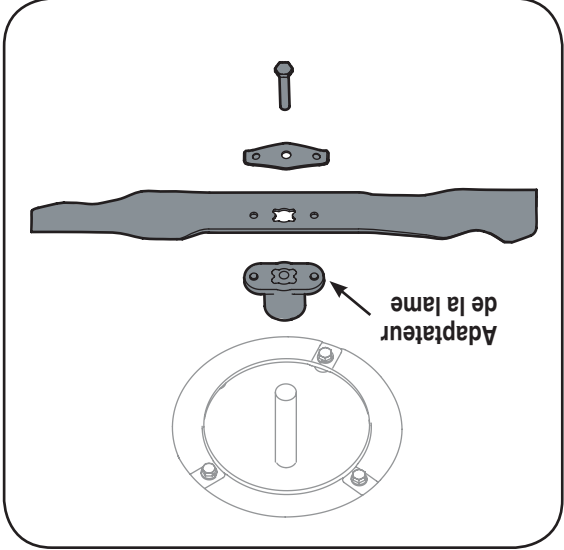

Figure 5-2
9. Placez l'adaptateur de la lame sur le vilebrequin, «l'étoile» à l'opposé du moteur. Voir la Figure 5-2. Placez la lame, le côté sur lequel la mention «Bottom» (ou le numéro de pièce) apparaît, à l'opposé de l'adaptateur. Alignez le support de la lame sur celle-ci en enfonçant les pattes dans les trous de la lame, puis insérez le boulon hex.
3. Enlevez le boulon et le support de la lame qui maintiennent la lame et l'adaptateur sur le vilebrequin. Voir la Figure 5-2.